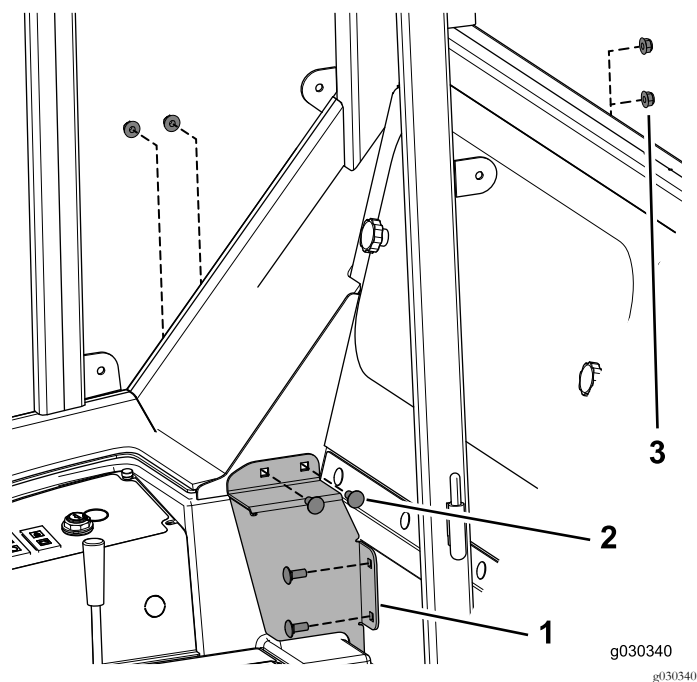

Figure 24
- Fixez légèrement le support droit du panneau à la cabine au moyen de 4 boulons de carrosserie (5/16 x $\frac{3}{4}$ po) et 4 contre-écrous (Figure 24).